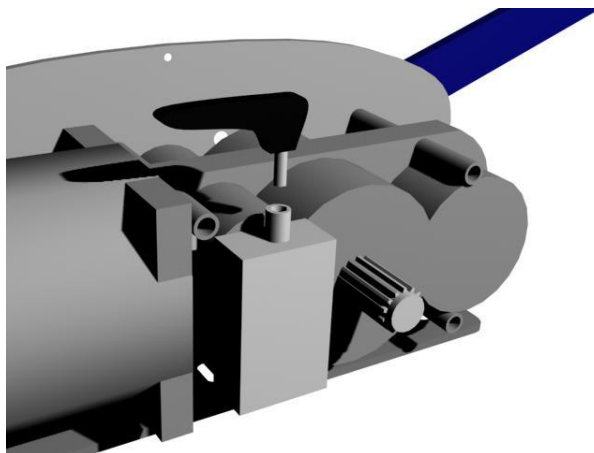

FIG 5
6. Deblocați motorul cu ajutorul cheii de deblocare (A) până când auziți primul click. (Fig5)